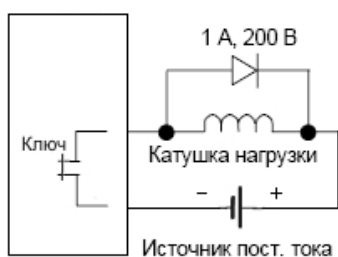

Рис.1 Схема подключения индуктивной нагрузки к выходному устройству.
1.2 Чтобы избежать подобных неприятностей, рекомендуется подключать к индуктивности диод, как показано на рис.1. Когда ключ замкнут, диод смещён в обратном направлении, при размыкании ключа диод открывается, тем самым уменьшая потенциал на ключе.
1.3 Недостаток схемы изображенной на рис. 1, то что она затягивает затухания тока, этот недостаток можно компенсировать включением вместо обычного диода, зенеровский диод. Но практика показывает, что в большинстве случаев, достаточно обычного диода.